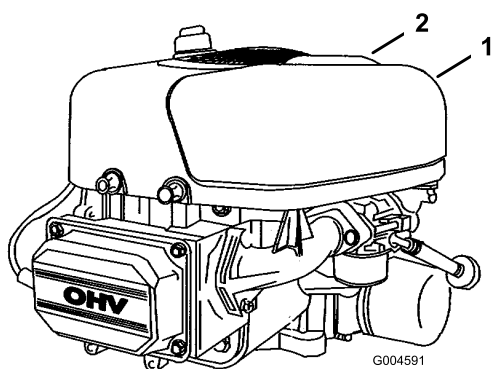

Figura 23
4. Tire hacia arriba del asa de la tapa del limpiador de aire, gírela hacia el motor (Figura 23) y retire la tapa del limpiador de aire.